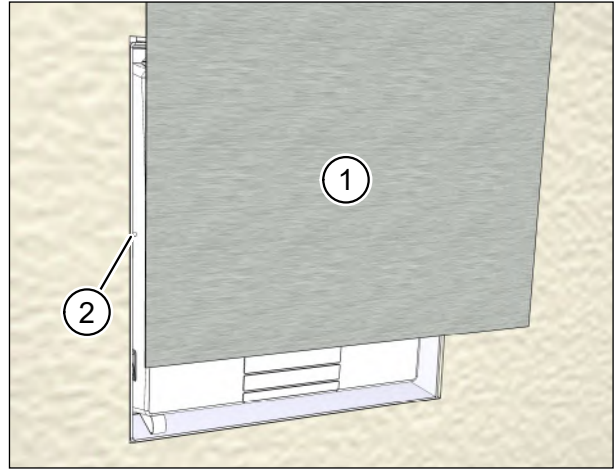

Abb. 48: Abdeckung U2 aufsetzen
- Entfernen Sie Putzreste und Verunreinigungen, damit die Abdeckung U2 (Pos. 1 in Abb. 48) lückenlos an der Innenwandseite anliegen kann.
- ▶ Senken Sie die Abdeckung vorsichtig nach unten ab. Die Aussparungen an den Halteblechen gleiten in die Stifte (Pos. 2 in Abb. 48) des Mauerkastenrahmens.